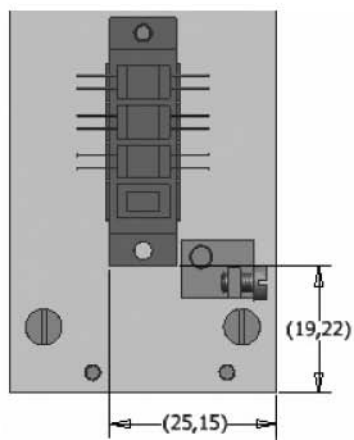

Рис. 9.93. Задание зависимостей для расположения переключателя
26. Выберите боковую плоскость ПП и дальнюю относительно нее боковую плоскость переключателя, задайте зависимость Совмещение и Смещение **25,15 мм** (рис. 9.93). Выберите нижние торцевые плоскости ПП и переключателя, задайте зависимость Заподлицо и Смещение **19,22 мм**.